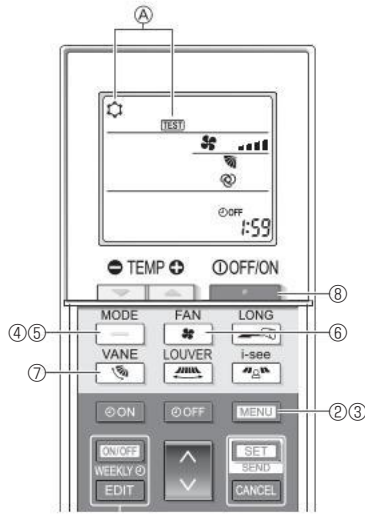

Fig. 8-5
- ① Çalışma testinden en az 12 saat önce üniteye güç verin.
- ② 5 saniye boyunca **MENU** düğmesine basın. (Fig. 8-5)
- ③ **MENU** düğmesine basın.
④ **[TEST]** ve o andaki çalışma modu görüntülenir. (Fig. 8-5)
- ④ Soğutma modunu çalıştırmak için **[—]** düğmesine bastıktan sonra ünitenin soğuk hava verip vermediğini kontrol edin.
- ⑤ Isıtma modunu çalıştırmak için **[—]** düğmesine bastıktan sonra ünitenin sıcak hava verip vermediğini kontrol edin.
- ⑥ **[—]** düğmesine basıp, fan hızının değişip değişmediğini kontrol edin.
- ⑦ **[—]** düğmesine basıp otomatik kanatçığın gerektiği gibi çalışıp çalışmadığını kontrol edin.
- ⑧ Çalışma testini durdurmak için **[\*]** düğmesine basın.